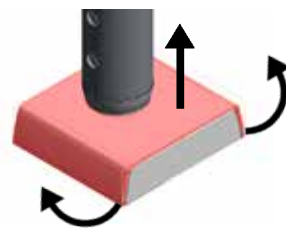

Fig. 3
- ⇒ Dobrar a cobertura ligeiramente para a direita e para a esquerda e fazê-la deslizar para cima (Fig. 3).